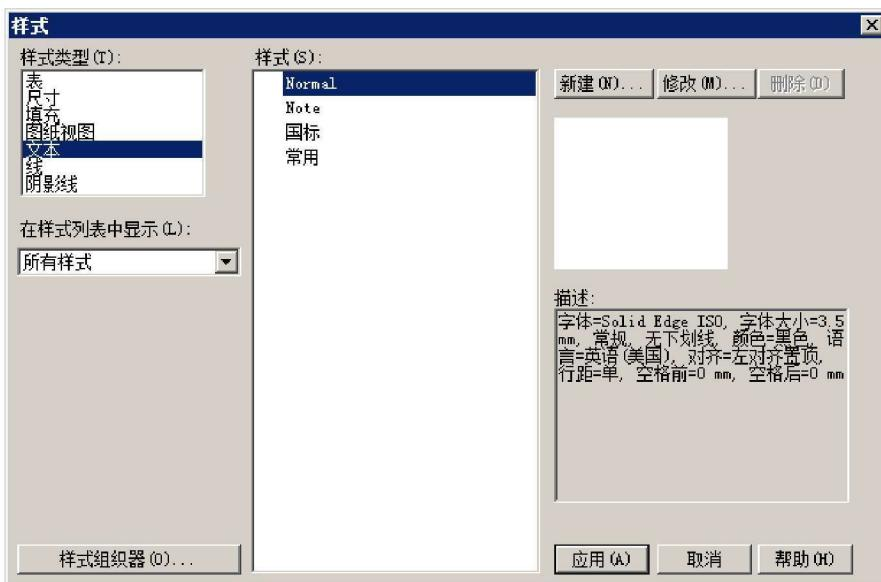

图 1.3.1 “样式”对话框
新建工程图后，单击 **视图** 选项卡 **样式** 区域中的 **A4** 命令，系统弹出图 1.3.1 所示的“样式”对话框，在 **样式类型 (T)** 区域选择要设置的类型，然后单击 **修改 (M)...** 按钮，在“文本”选项卡中设置工程图中要用到的字体类型。详细操作参见第 8 章相关小结内容。